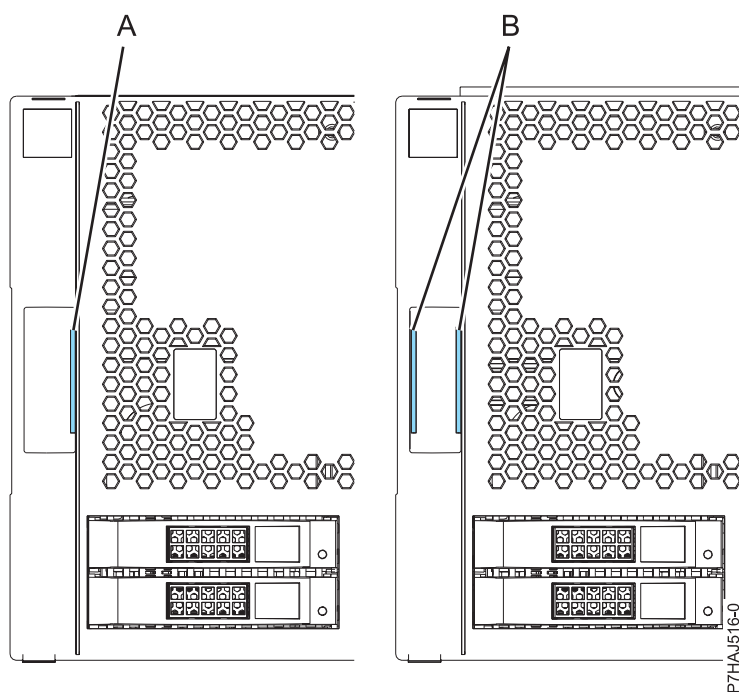

Figure 7. Identification des anciens et des nouveaux capots
Remarque : Les anciens capots (expédiés avant le 1er mars 2011) sont reconnaissables à la bande bleue unique (A) située sur les taquets du capot. Les nouveaux capots possèdent deux bandes bleues (B). Voir figure 7.